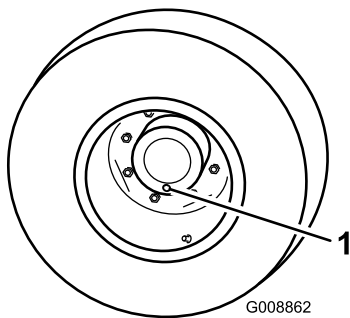

Figura 55
1. Con la macchina su una superficie piana, posizionate una ruota in modo che un tappo di controllo si trovi alla posizione inferiore (a ore 6) (Figura 55).